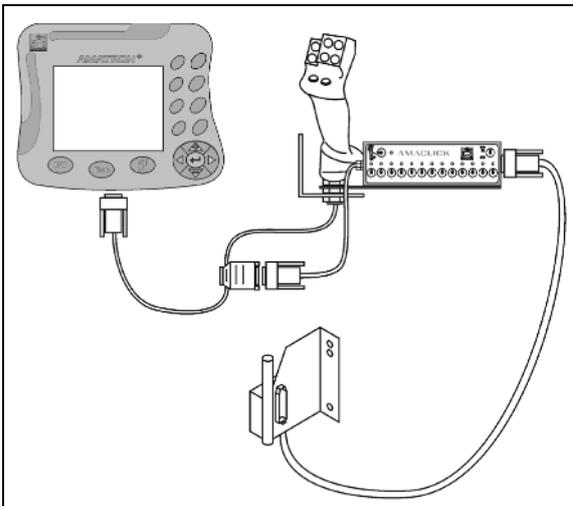

Fig. 117
- avec la poignée multifonctions comme présenté en Fig. 117.